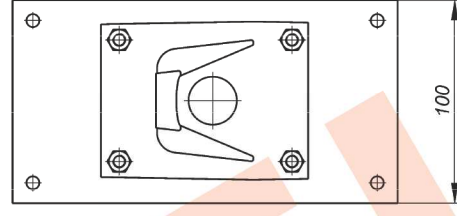

Рис.3 Монтаж кронштейна КС-1 на опору (круглую или квадратную)
1. Кронштейн КС-1 для крепления IP-видеокмеры ТВК-93 IP на опоры \varnothing ; $\square = 115\pm 135$ мм (другой размер – под заказ). Монтаж кронштейна см. рис.3;